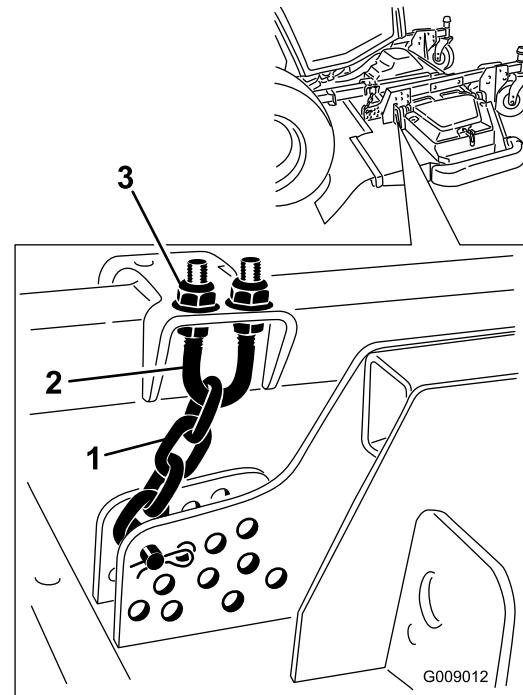

Figure 127
- Desserrez les écrous de blocage en haut ou en bas de l'étrier fileté de la chaîne de hauteur de coupe (Figure 127).